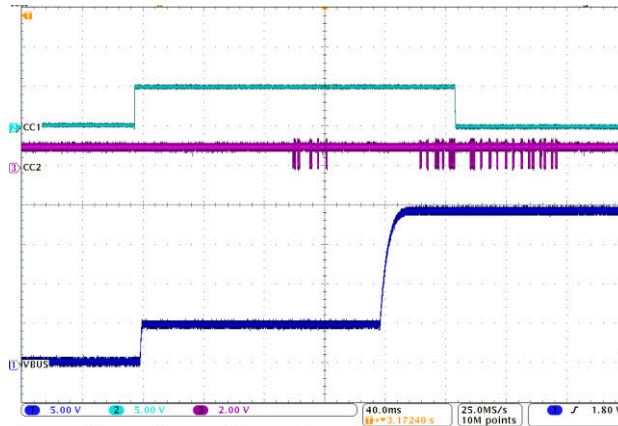

图 7-5. USB Type-C™ 连接和 PD 协商
- 检查 VBUS、CC1 和 CC2 是否有异常。图 7-5 所示为电源协议。